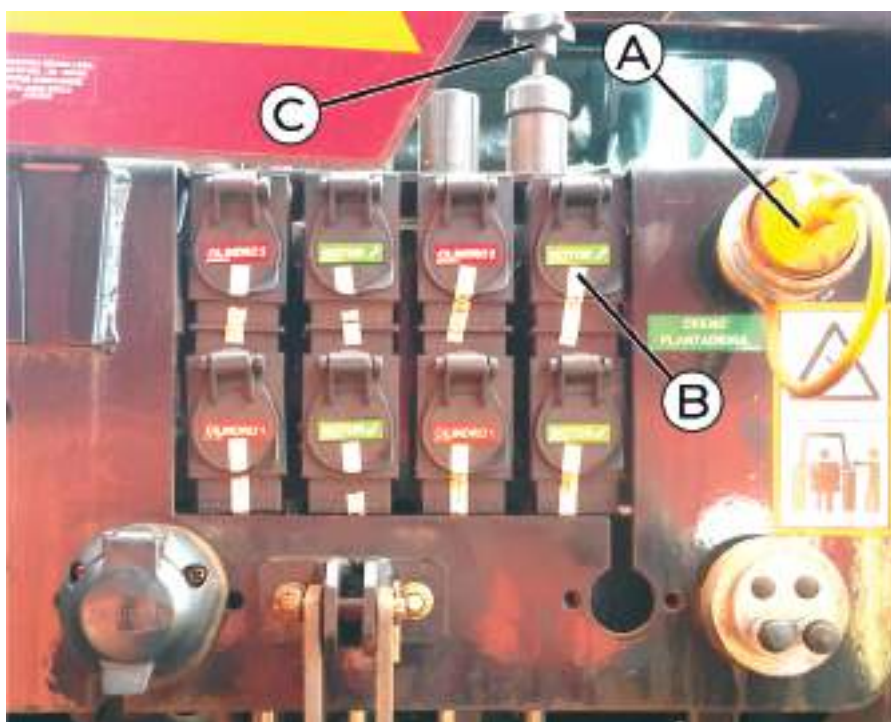

fig. 20
Quando o motor da turbina possuir 2 (duas) mangueiras, faça a ligação no comando hidráulico do trator (*fig. 20*) do retorno (A) e da pressão (B). A regulagem da vazão de óleo no comando pode ser ajustada pelo regulador (C).